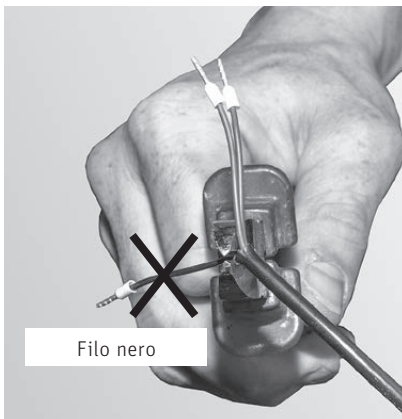

Fig. 73 Staccare con le tenaglie il filo nero del cavo di comando della pompa
- ▶ Staccare con le tenaglie il filo nero del cavo di comando della pompa (Fig. 73).